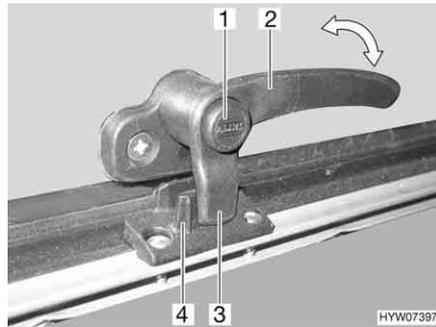
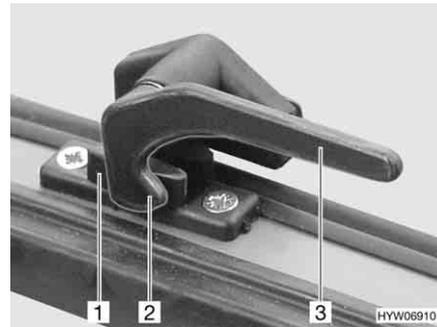

Bild 97 Verriegelungshebel mit Sicherungsknopf in Stellung "geschlossen"
Bild 98 Verriegelungshebel in Stellung "geschlossen"
- Wenn vorhanden, Sicherungsknopf (Bild 97,1) drücken und gedrückt halten.
- Den Verriegelungshebel (Bild 97,2 oder Bild 98,3) eine viertel Umdrehung zur Fenstermitte hin drehen.
- Den Verriegelungshebel (Bild 97,2 oder Bild 98,3) eine viertel Umdrehung zum Fensterrahmen hin drehen. Die Verriegelungsnase (Bild 97,3 oder Bild 98,2) am Verriegelungshebel liegt komplett auf der Innenseite der Fensterverriegelung (Bild 97,4 oder Bild 98,1).
- in Stellung "fest verschlossen" (Bild 97 und Bild 98)